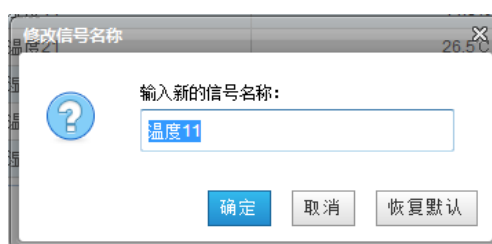

图3-22 修改信号名称
2. 用户可单击相应的信号名进行修改或恢复默认，如图 3-22 所示。
2. 针对设置信号的名称（ENV-TH 和 ENV-4DI 除外），用户可点击选择相应的信号名进行修改或恢复默认，如图 3-22 所示。
2. 针对**告警信号**的名称（ENV-TH 和 ENV-4DI 除外），用户可点击选择相应的信号名进行修改或恢复默认，如图 3-22 所示。